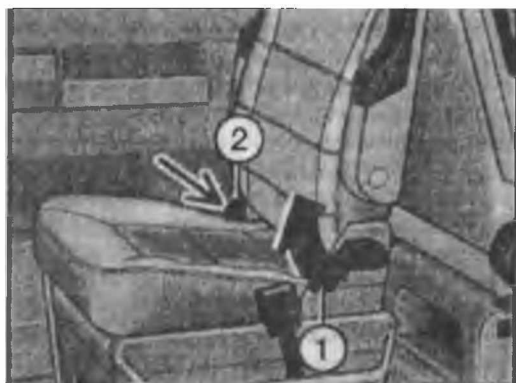

Рис. 1.39 Ручка фиксации спинки сидения
- ◆ Потяните рукоятку (1) по стрелке (см. рис. 1.39).
- ◆ Чтобы разблокировать подушку сидения, нажмите рукоятку (2) (см. рис. 1.39) вперед или потяните ее назад. Затем откиньте подушку вверх.